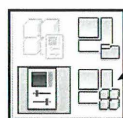
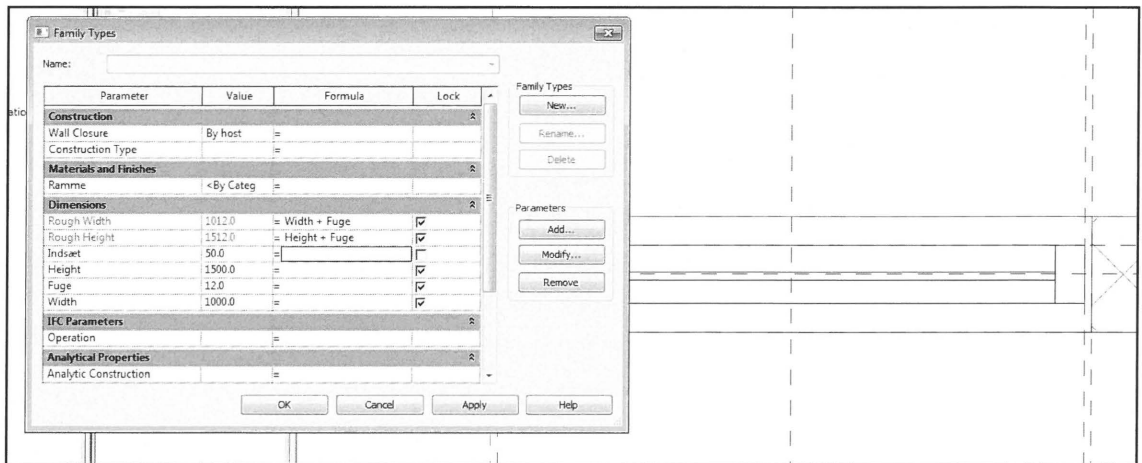

Fig. 08.54.
Fig. 08.55.
- Klik på *Family Types* (Fig. 08.54) og test om parametrene virker (Fig. 08.55, næste side).